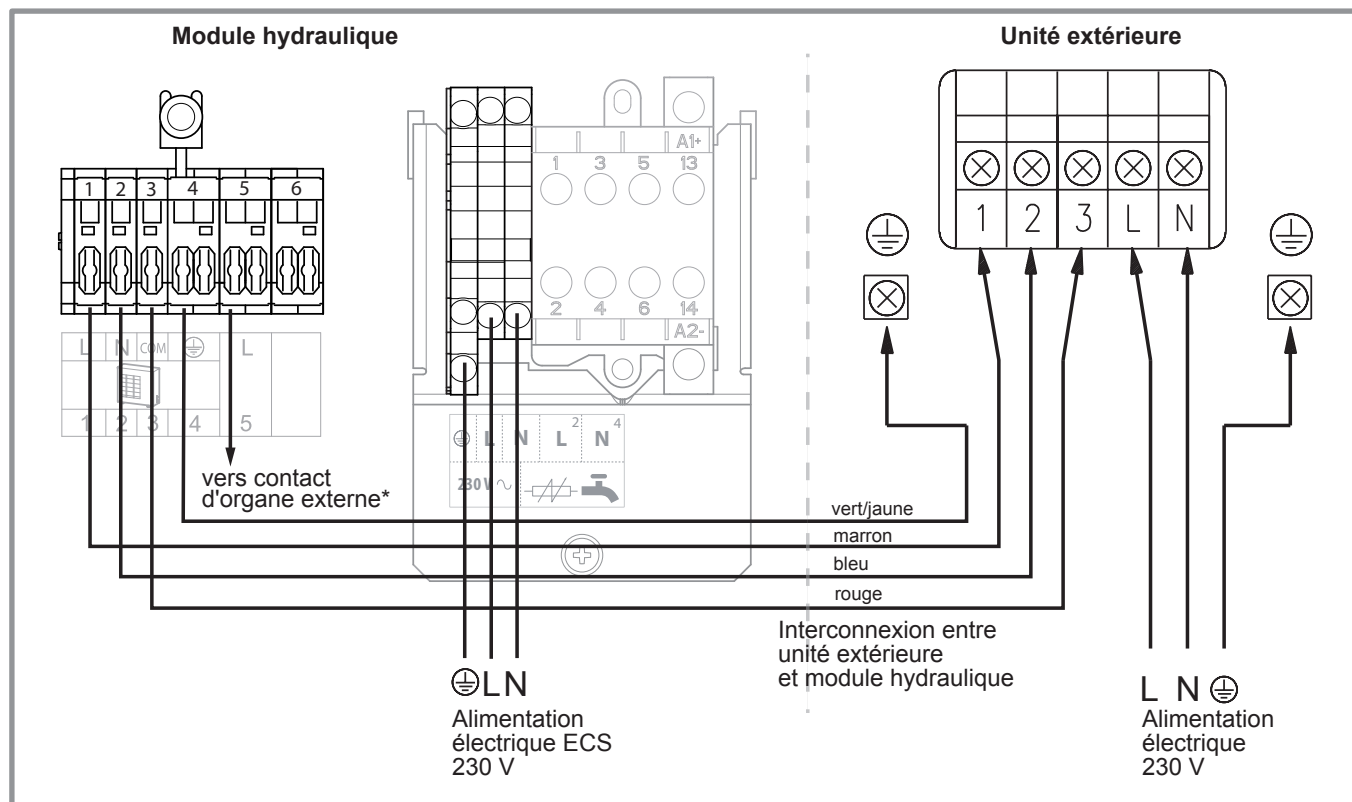

figure 35 - Raccordement aux borniers et relais de puissance
- Effectuer les raccordements suivant le schéma (figure 35).